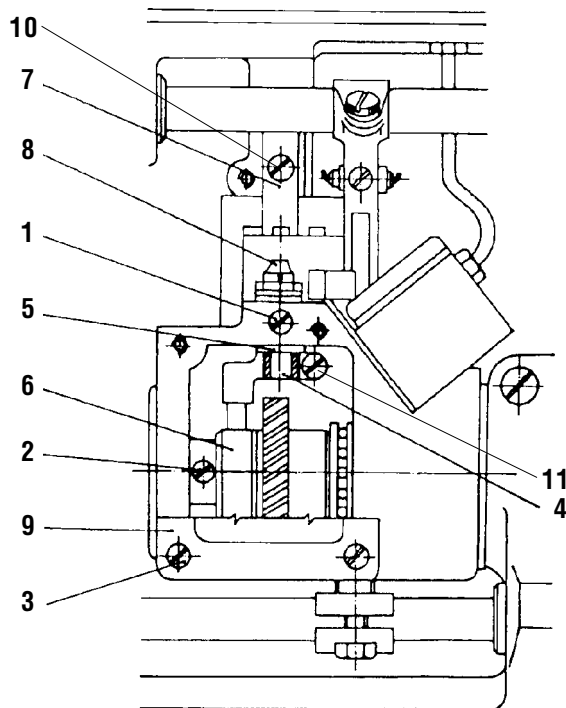

Abb. 12
13. Einstellung des Greiferöffnungshakens (Abb. 12, 13)